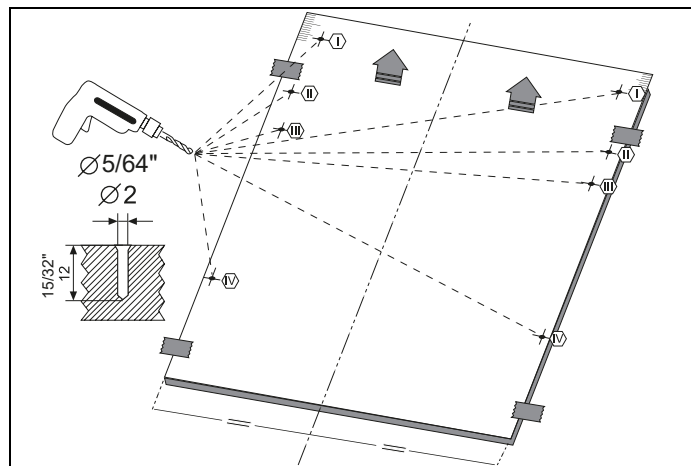

Fig. 24
- 3) Comme illustré dans la Fig. 24, le trou de vis est ouvert sur la porte extérieure à partir des points indiqués sur le gabarit de montage. Diamètre du foret : 5/64" (2 mm)